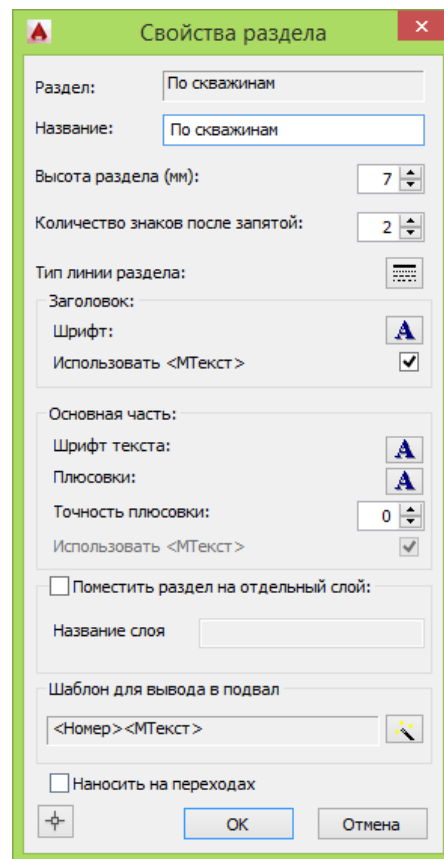

Рис. 74. Создание пользовательского раздела подвала *По скважинам*.
3. В диалоговом окне *Свойства раздела* (см. Рис. 74) указать название, задать настройки текста (шрифт, цвет, выравнивание, поворот и др.).